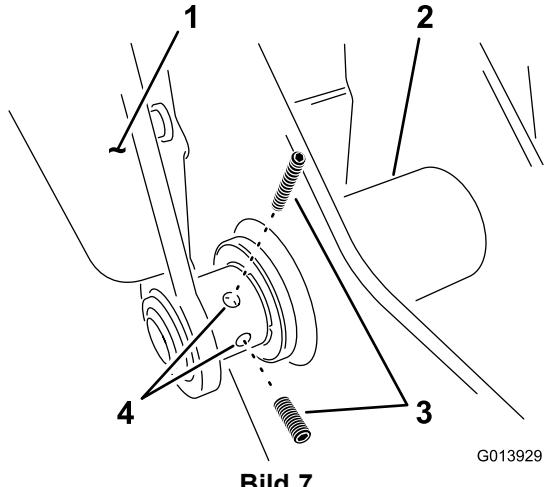

Bild 7
9. Setzen Sie zwei Stellschrauben am unteren Gelenkpunkt in den linken Arm ein (Bild 7).
6. Ziehen Sie die zwei Stellschrauben am linken Schwenkarm an, siehe Bild 7 unter Montieren der Wiegearme am Stützrahmen \(Seite 6\).